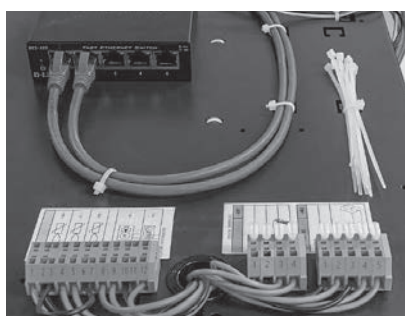

Fig. 138 Collegamento alle morsettiere (morsetti senza viti con molla a gabbia)
- ▶ I morsetti di collegamento (morsetti senza viti con molla a gabbia) si trovano sul coperchio del quadro di comando – Fig. 138.